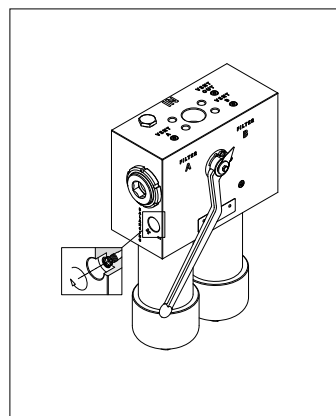

fig. 17
- (Fig. 17) Chiudere la valvola di bilanciamento avvitandola verso il segno “+”.